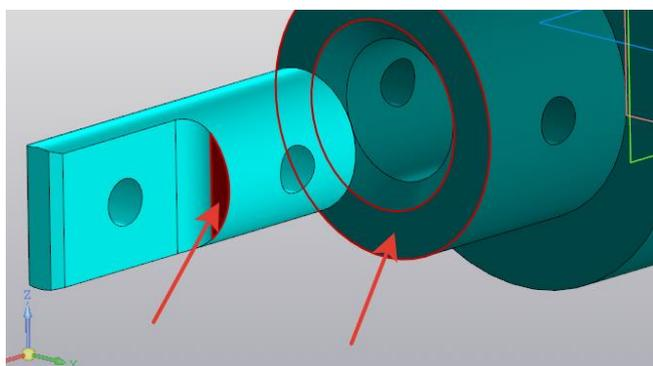

Рисунок 158.
11. На панели инструментов *Размещение компонентов* - выберите **Совпадение**. В *Параметрах* - **Объект 1** – указать скос вала, **Объект 2** – левая грань корпуса. **Создать объект** (рисунок 158).